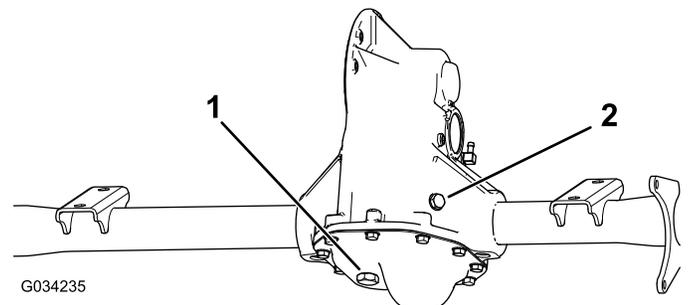

Figura 49
1. Alinhe um recipiente de escoamento com o tampão de escoamento (Figura 49).
2. Retire o tampão de enchimento e o vedante (Figura 49).
3. Retire o tampão de escoamento e o vedante e deixe o fluido escoar completamente (Figura 49).